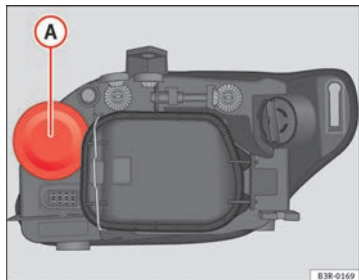

Abb. 191 Fernlicht
- Ziehen Sie die Gummikappe **A** → Abb. 191 ab.